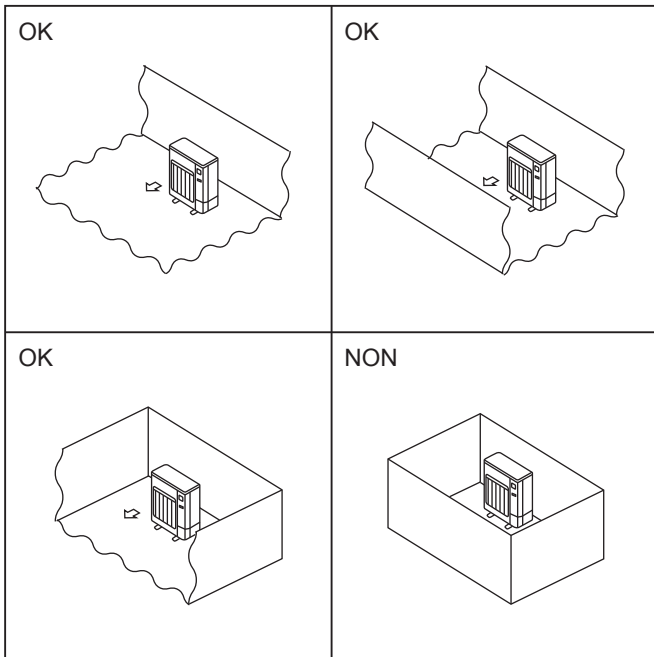

Fig. 2-1
- Ⓞ Installer l'appareil extérieur à un endroit où l'une des quatre faces au moins est libre, et dans un espace suffisamment grand sans dépressions. (Fig. 2-1)